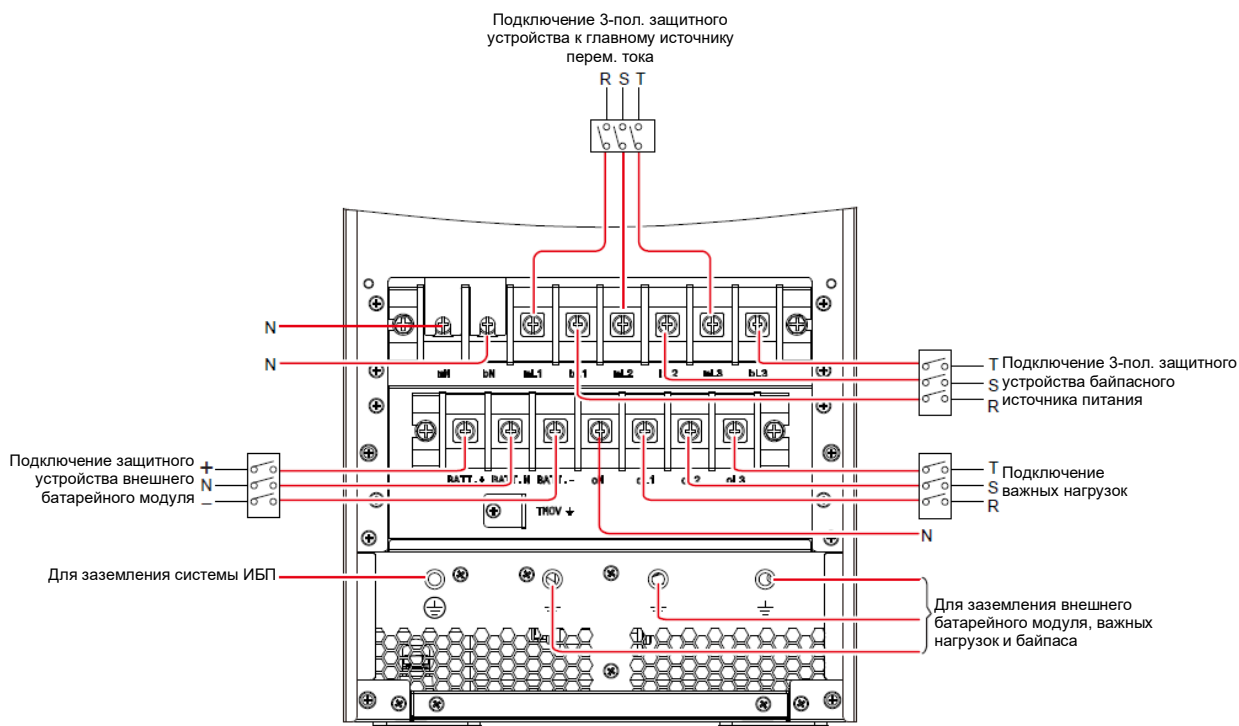

Рис. 5-9: Схема подключения одного ИБП 20/30/40 кВА к двум линиям питания
3. Подсоедините кабели главного источника переменного тока, байпасного источника, внешнего батарейного модуля и выходные кабели к клеммному блоку (см. Рисунок 5-9).